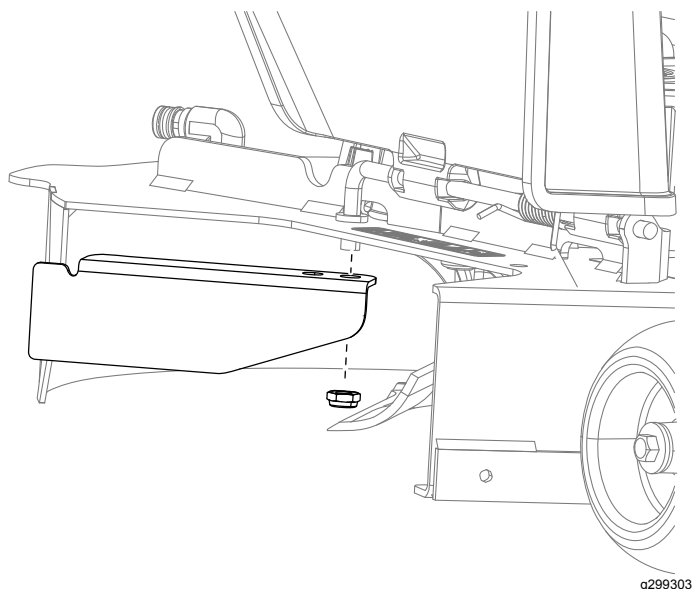

Figura 14
1. Rimuovete il deflettore esistente dalla macchina (Figura 14).